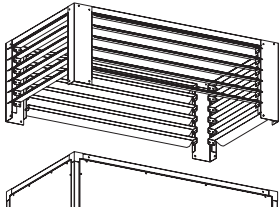

Fig. 1
L'aria comburente, ossia quella necessaria alla combustione, viene aspirata dal bruciatore che la preleva direttamente dall'ambiente da riscaldare; tale ambiente, quindi, deve essere opportunamente ventilato al fine di assicurare che il ricambio di aria sia sufficiente. Il condotto terminale di mandata dell'aria calda (10) è provvisto di alette mobili da ruotare sino a indirizzare il flusso di aria calda nella direzione desiderata (cfr Fig. 1).